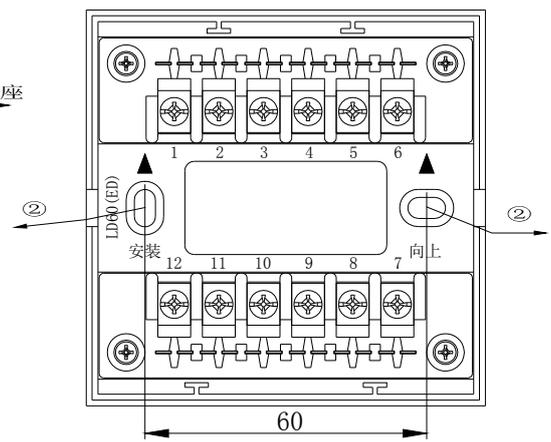
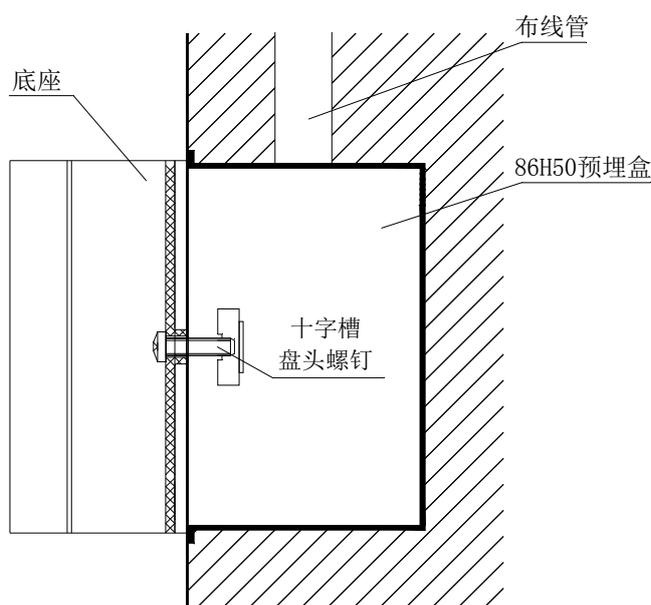

图 3-3 底座图
图 4-1
- 2) 安装尺寸如图 3-3 所示。
- ★ 固定底座：将导线从LD60(ED)底座背面进线孔穿入，用M4螺钉如图4-1所示将其安装在预埋盒固定孔上，安装尺寸见图3-3。